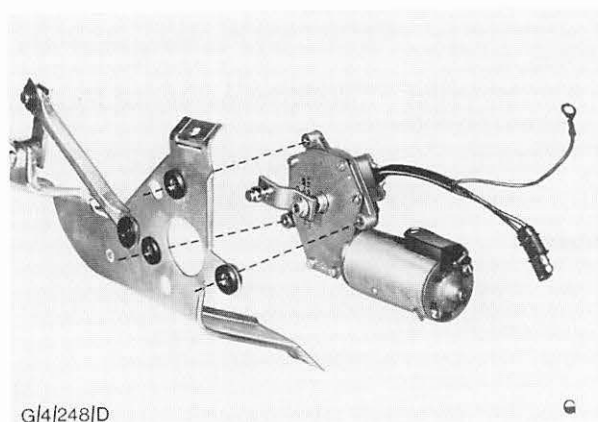

Abb. 43 Wischermotor, Halter und Gestänge
8. Wischermotor von Halter abbauen (3 Schrauben). Abb. 43.
11. Wischermotor auf den Halter montieren, dabei darauf achten, daß die Lagergummis richtig sitzen. Motor mit 3 Schrauben befestigen. Abb. 43.